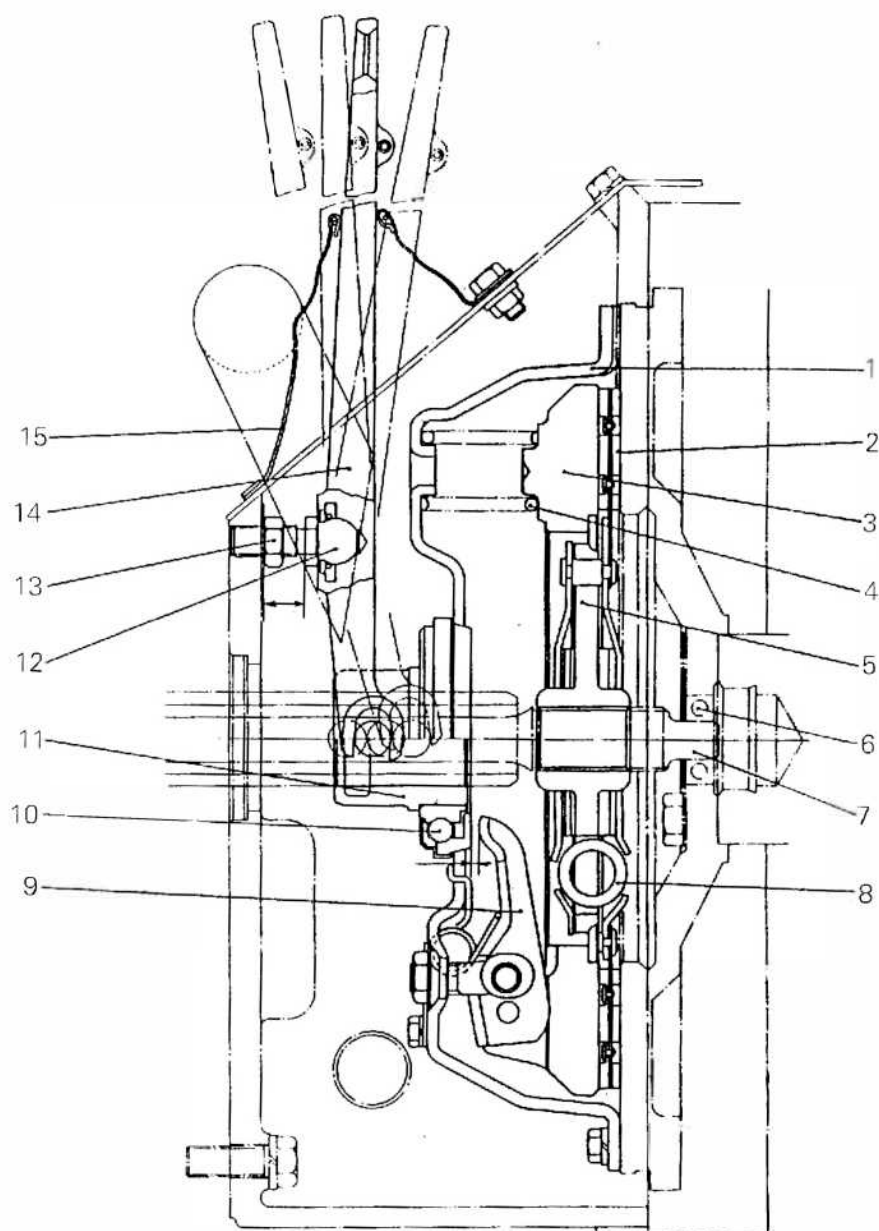

Рис. 2-1. Сцепление
2.2.4 При установке нового узла фрикционной пластины обратите внимание на шлицевую втулку ступицы фрикционной пластины (см. элемент 5 на рис. 2-1), более длинный конец которой должен быть обращен в сторону коробки передач.